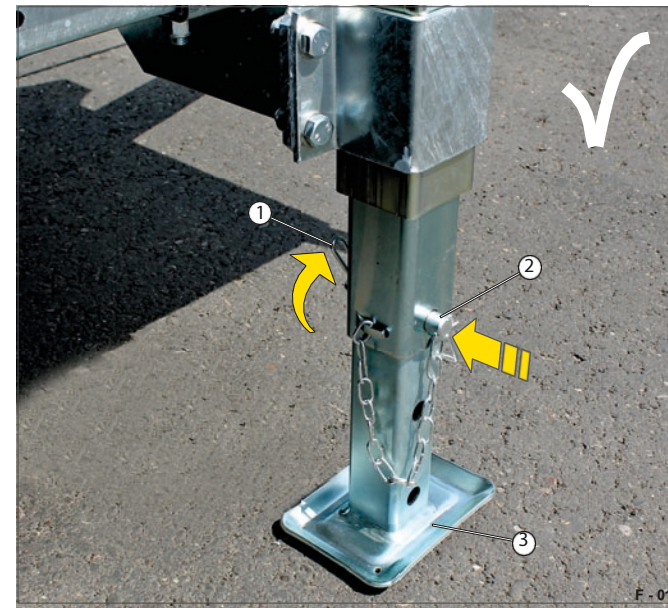

Fig. 16 Teleskopisk sveivstøtte i støtteposisjon
- Skyv bolten (fig. 16/2) gjennom hullene.
- Sikre låsepinnen mot å falle ut - sving braketten (fig. 16/1) rundt og plasser den på låsepinnen.
- Still inn alle støttene i samme høyde. Nivelleringsfoten (fig. 16/3) er sikret.